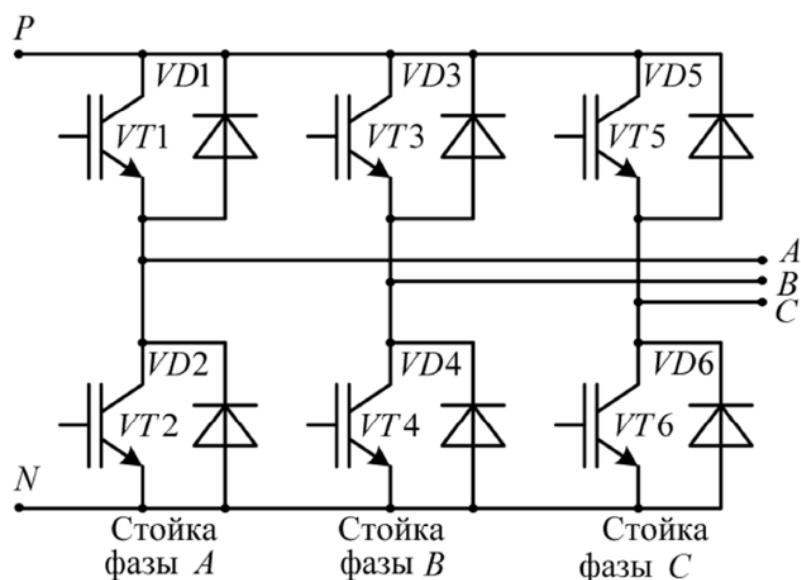

Рис. 3. Структура инвертора напряжения
- инвертор напряжения (рис. 3), который при помощи ШИМ формирует на обмотках электродвигателя напряжения произвольной формы из напряжения ЗПТ.